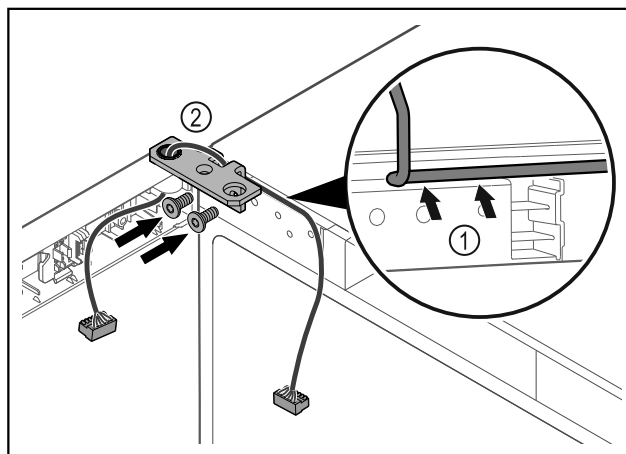

Fig. 42
- Lägga kabeln genom gångjärnsfästets urtag och dra den försiktigt Fig. 42 (1).
- Skruva fast gångjärnsfästet Fig. 42 (2).